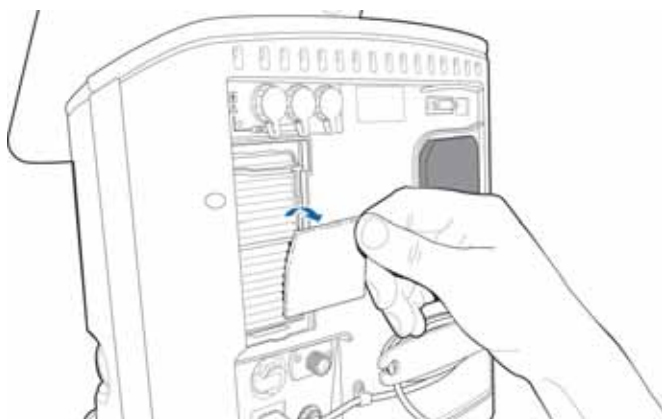

Figura 10-2. Rimozione dei filtri sulla presa d'aria
5. Installare i nuovi filtri antipolvere sulla presa d'aria (Figura 10-2) o lavare i filtri esistenti con una soluzione detergente delicata, risciacquare, asciugare e reinstallare i filtri.